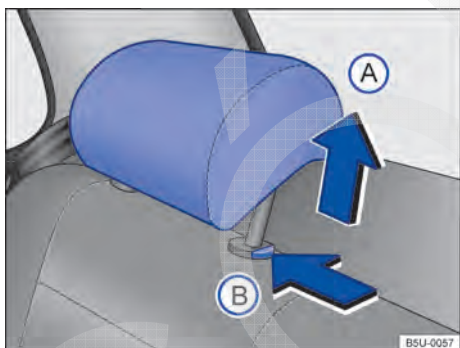

Fig. 38 Desinstalar o apoio para cabeça traseiro.
- Pressionar o botão → Fig. 38 (B) no sentido da seta. Retirar o apoio para cabeça com o botão pressionado.
- Empurrar o apoio para cabeça para baixo com o botão → Fig. 38 (B) pressionado.